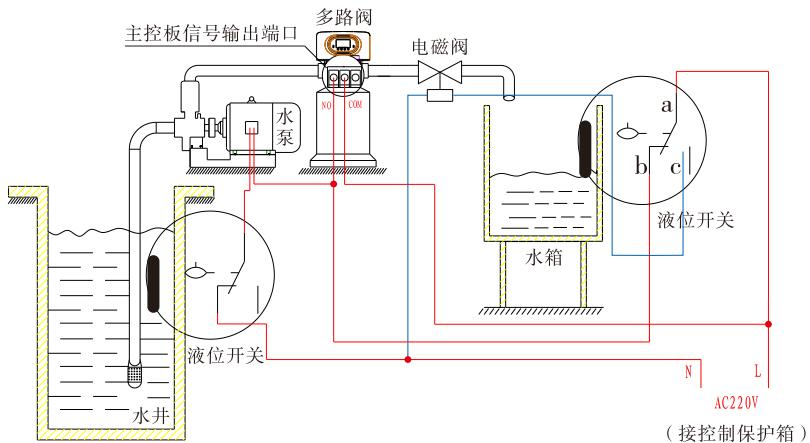

图3-5 通过水箱液位控制进水泵的接线图
**应用说明：**对采用地下水或中间水箱供水的系统，可通过储水箱的液位开关与控制阀一起来控制水泵的开启与关闭。其接线如图3-5所示：